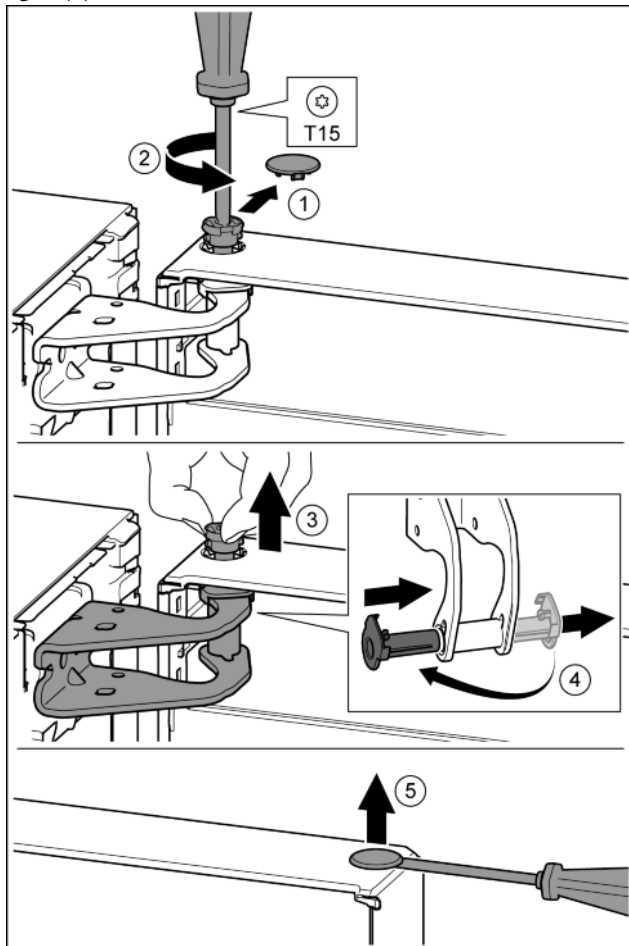

Fig. 10
- Bezpečnostní kryt opatrně stáhněte. *Fig. 10 (1)*
- Šroubovákem T15 o kousek vyšroubujte čep. *Fig. 10 (2)*
- Dveře držte a čep vytáhněte prsty. *Fig. 10 (3)*
- Vytáhněte ložiskové pouzdro z vedení. Vložte z druhé strany a zaklapněte. *Fig. 10 (4)*
- Plochým šroubovákem opatrně nadzvedněte zátku z ložiskového pouzdra dveří a vytáhněte ji. *Fig. 10 (5)*